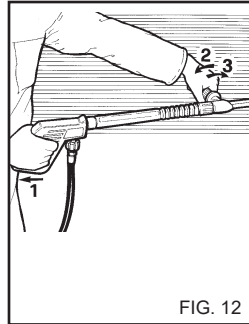

FIG. 12
2) Verwijder het verlengstuk van de handgreep en breng de dubbele lans of de lans met verstelbare kop (fig.14) aan, bedien de hogedrukreiniger, bedien het aanzuigcommando van het reinigingsmiddel op de lans (fig. 12, 13) en besprenkel het te reinigen oppervlak van beneden naar boven.